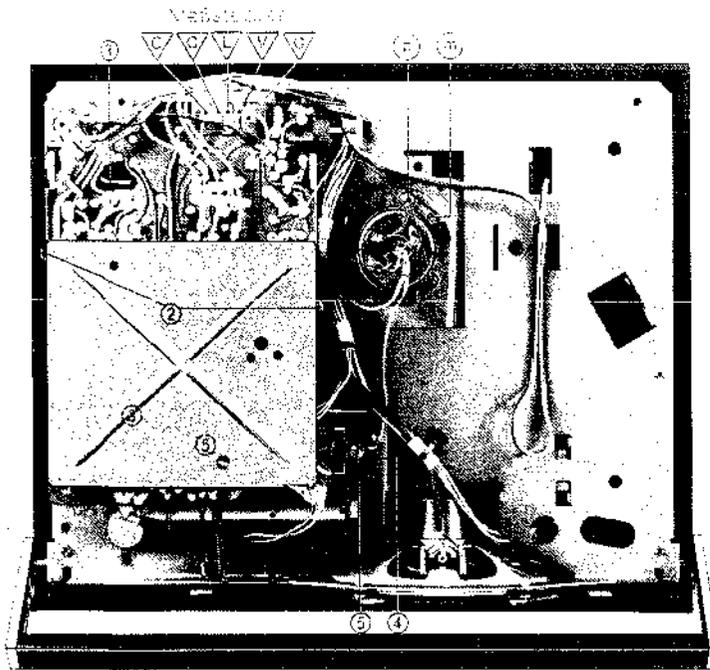

Abb. 4
Batteriefach öffnen. Vier Schrauben \odot herausdrehen, Knopf des Betriebsartenschalters und der Schieberegler abziehen. Beide Gehäuseschalen sind einzeln abnehmbar und das Chassis kann in einer Halbschale liegenbleiben. (Abb. 4/5). Dadurch werden in vielen Fällen die Servicearbeiten erleichtert.
Zuerst Leitungen ablöten und Vierkantriemen (23) abhängen. Dann die drei Befestigungsschrauben (p) herausdrehen (Abb. 4). Der Motor läßt sich nun nach leichtem Drehen, bis sich die Befestigungslappen mit den Ausnehmungen im Motorhalter decken, herausnehmen. Beim Einbau des neuen Motors ist darauf zu achten, daß die Plusmarkierung auf dem Motorgehäuse möglichst nahe der Ausstanzung (m) (Abb. 4) zu liegen kommt und die Masseverbindung von der Tonwellenlagerplatte (unter Schraube (e) - Abb. 4) direkt an die Zentralmasse des Motors (minus) gelötet wird.